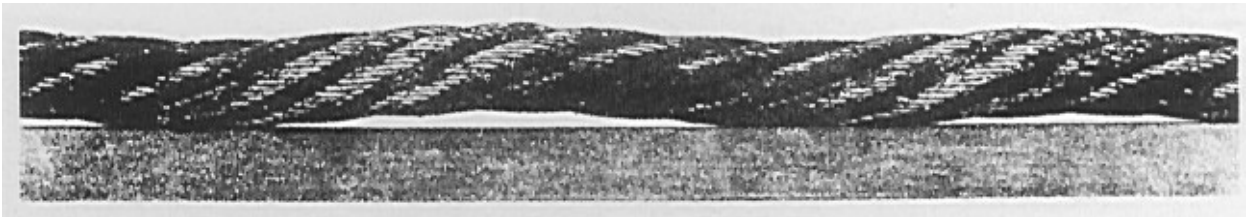

Abb. 1 - Spiralverdrehung: Eine Deformation, bei der die Längsachse des Seils die Form einer Spirale annimmt.
*Spiralverdrehung (Siehe Abb. 1 im Punkt 1.4.1.7).*